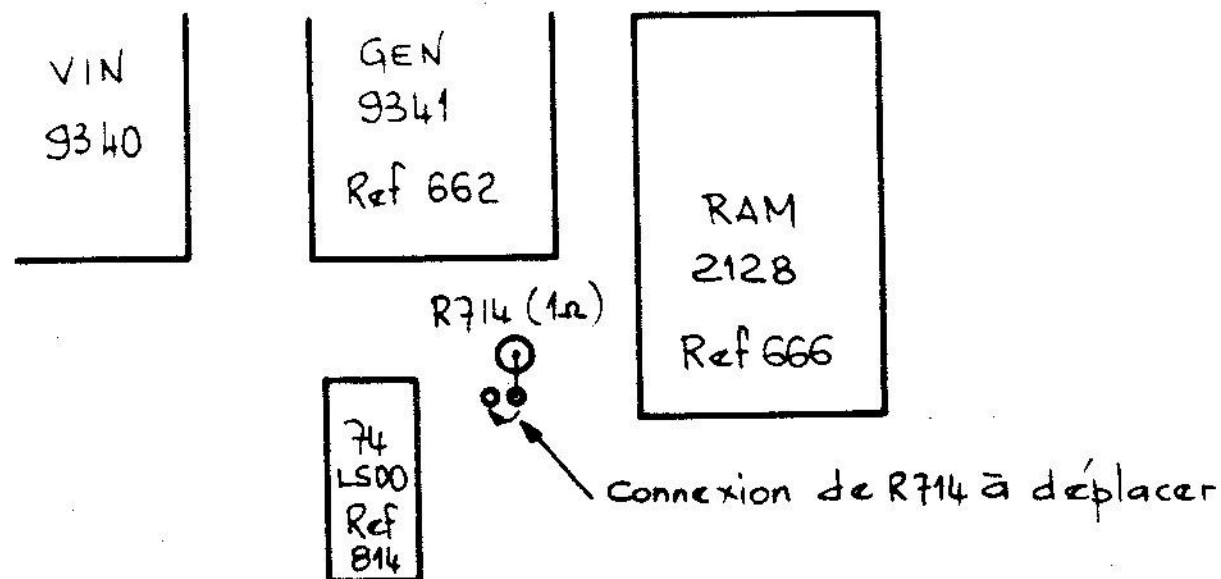

Fig. 49 - Résistance à déplacer pour fonctionnement en C.52
- 2 - souder un fil entre le 5 ($HS\gamma$) du VDOP (8245) et le 25 (TL) du VIN (pour envoyer un signal sur le compt. 50 lignes),
- 3 - injecter des tops de synchro corrects pour le TV en déplaçant un point de la résistance 714 (1 Ω) à côté du GEN (9341) suivant la figure 49.